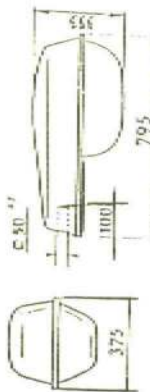

Рис.1
1.1. Светильники консольные РКУ15-250-101 У1 (рис.1) с разрядными лампами высокого давления предназначены для освещения улиц, дорог, площадей.